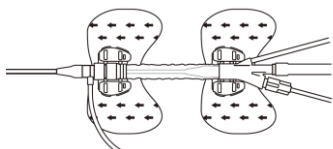

図 8. IABP 固定具使用による固定
- (9) シースキャップについた翼部および分岐部についた翼部を患者に縫合または IABP 固定具を用いて固定する。(図 8 参照) **